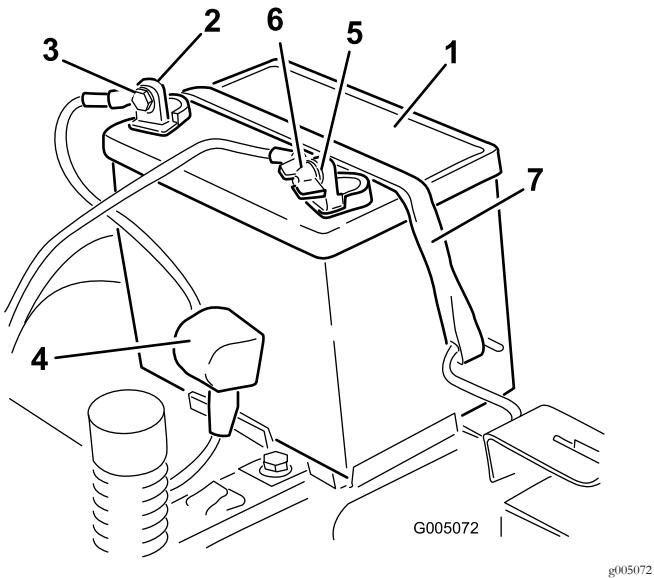

Figura 51
- Desligue o cabo negativo (preto) do pólo da bateria (Figura 51).
- Desligue o cabo positivo (vermelho) do pólo da bateria (Figura 51).
- Retire o suporte da bateria (Figura 51) e levante a bateria para a retirar da respetiva plataforma.
- Posicione da bateria no tabuleiro (Figura 51).
- Prenda a bateria ao suporte (Figura 51).